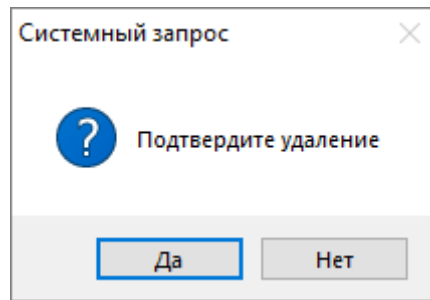

Рисунок 6-663 Диалоговое окно подтверждения удаления элемента управления
- 3) в появившемся диалоговом окне подтверждения удаления элемента управления (см. Рисунок 6-663) нажмите кнопку «Да», чтобы удалить выбранный элемент управления (либо нажмите кнопку «Нет», чтобы отказаться от удаления элемента управления).